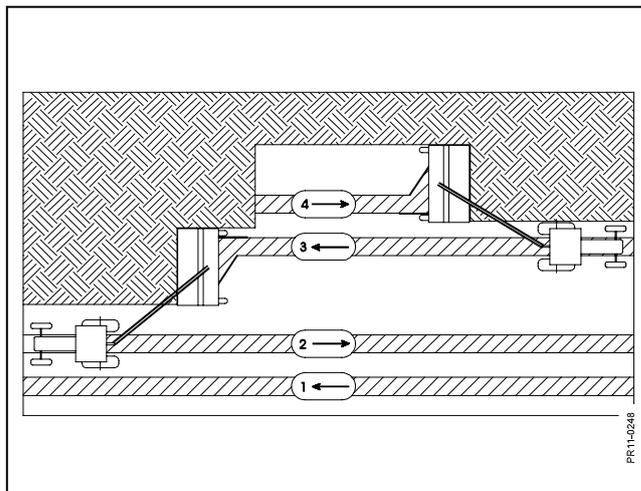
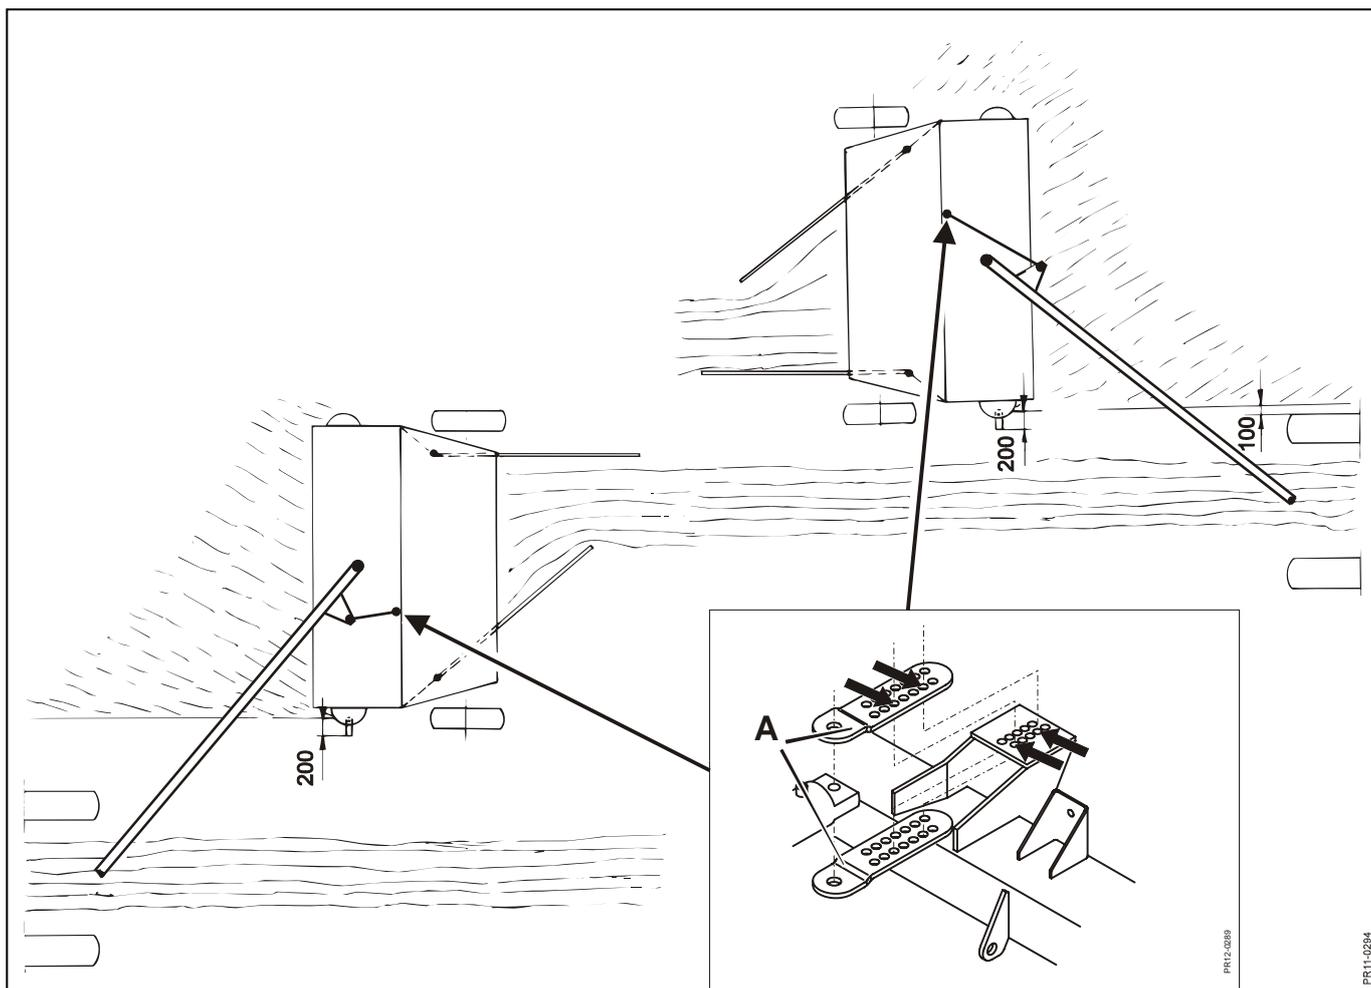

Fig. 3-34
Fig. 3-35
**Fig. 3-34** Les rallonges des tôles d'andainage permettent de rapprocher les andains deux par deux, et de faciliter le ramassage avec des Pick-Up d'une largeur de 2.80 m pour les GMS 2800, 3.20 m pour les GMS 3200 et 3.50 m pour les GMS 3600. La largeur des deux andains dépend du fourrage, du réglage de la machine, de la conduite et du degré d'humidité.
**Fig. 3-35** Régler les tôles de façon à déposer l'andain le plus possible à droite. Le fait de travailler en aller/retour mettra le tracteur dans un sens près de l'herbe et dans l'autre plus loin tout en étant à cheval sur l'andain (Fig. 3-34).